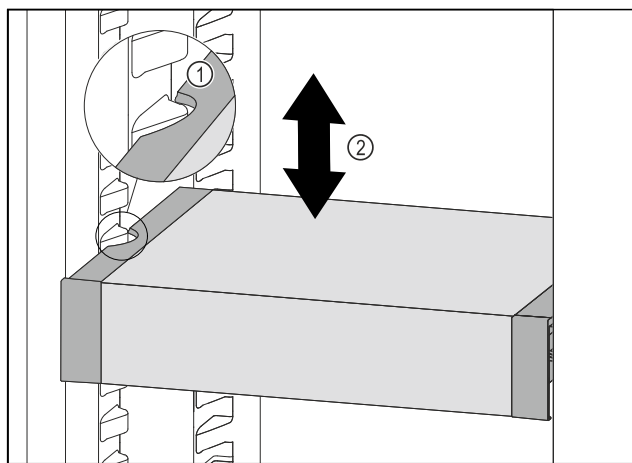

Fig. 118
- Tõmmake VarioSafe'i ettepoole, kuni VarioSafe'i külgmised väljalõiked asuvad jahutusosas anumaribi kõrgusel. Fig. 118 (1)
- Liigutage VarioSafe'i jahutusosas ülespoole või allapoole, kuni on saavutatud soovitud kõrgus. Fig. 118 (2)